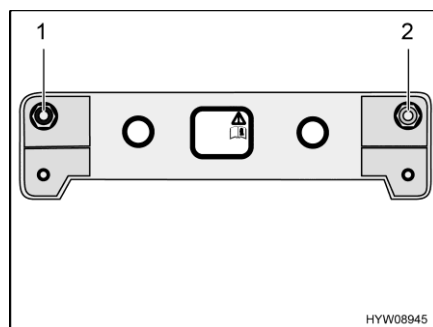

Fig. 15 Valvole di riempimento di emergenza
Nel vano motore sono installate due valvole di riempimento di emergenza (Fig. 15, 1 e 2) su una lamiera di sostegno. Queste valvole sono collocate in modo che in base alla loro posizione (nel senso di marcia) possano essere associate ai lati delle molle pneumatiche. Inoltre sono contrassegnate.
- Riempire uniformemente con aria compressa le valvole di riempimento di emergenza (Fig. 15, 1 e 2) presenti su entrambi i lati, fino al raggiungimento del livello di marcia normale del veicolo.